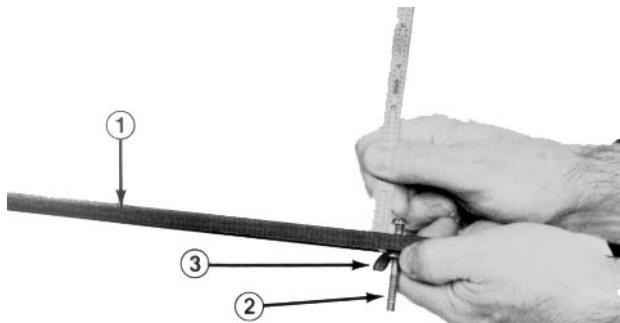

Bild 7
- Die Mutter an der Skalaleiste (Bild 7) lösen und die Einstellschraube auf die gewünschte Schnitthöhe einstellen. Der Abstand zwischen der Unterseite des Schraubenkopfes und der Leistenfläche ergibt die Schnitthöhe.